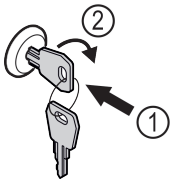

Fig. 123
- ▶ Įspauskite raktą. Fig. 123 (1)
- ▶ Pasukite raktą 90° pagal laikrodžio rodyklę. Fig. 123 (2)